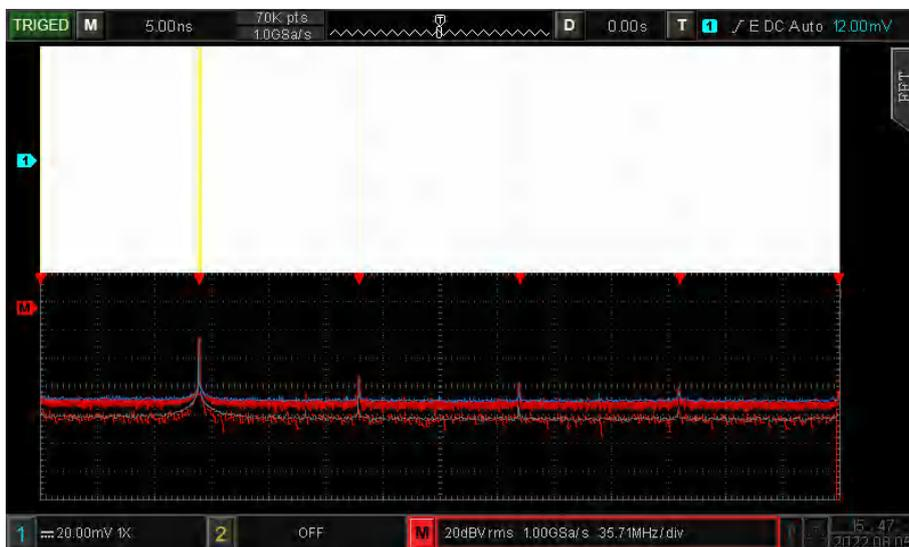

图 14-1
- 瀑布图-2: 频谱和瀑布图分 2 个窗口显示, 瀑布图反应频谱上 dB 值随时间的变化情况, 具有“记录”的功能, 如下图 14-1 所示。